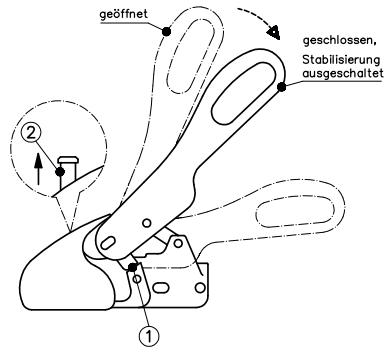

Bild 4: Ankuppeln
Zum Rangieren des Anhängers nehmen Sie bitte die am Anhänger angebrachten Haltegriffe anstatt den Bedienungshebel der WS 3000/WS 3500. Die geöffnete Zugkugelpkupplung wird auf die Kupplungskugel des Zugfahrzeuges gesetzt. (Bild 4) Durch die Stützlast und eine evtl. zusätzliche Belastung der Deichsel schließt die Zugkugelpkupplung automatisch, und die seitlichen Sicherungslaschen (1) stehen parallel gegenüber der Sicherungsflächen am Gehäuse. (Bild 4) Befindet sich die Kupplungskugel im Kupplungsgehäuse, ist der grüne Stift der Kontrollanzeige (2) sichtbar. (Bild 4)
Bei längerem Nichtgebrauch sollte der Anhänger mit geschlossener Zugkugelpkupplung abgestellt werden, hierzu den geöffneten Bedienungshebel (Bild 4) anheben, gleichzeitig die Kugelpanne (bewegliches Element - Bild 9) nach vorne ziehen oder den **SAFETY BALL** in den Kugelraum drücken und den Bedienungshebel langsam schließen.